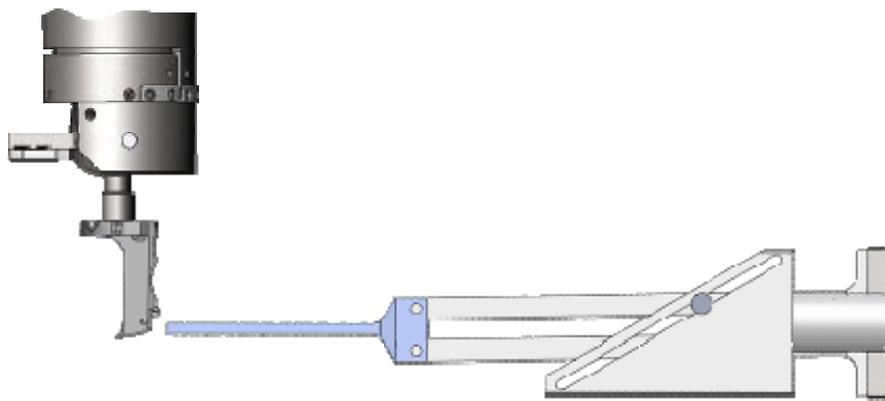

Рис. 11-7
- Управляя движением манипулятором с помощью джойстика, подведите кронштейн манипулятора к зондовой головке так, чтобы кронштейн оказался на расстоянии ~ 5 мм от края зондовой головки (Рис. 11-7).